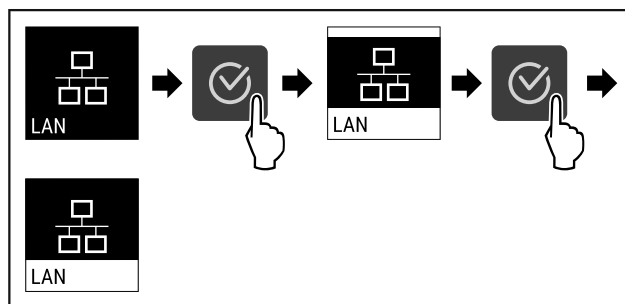

Fig. 81
- ▶ Proved'te akční kroky (viz Fig. 81).